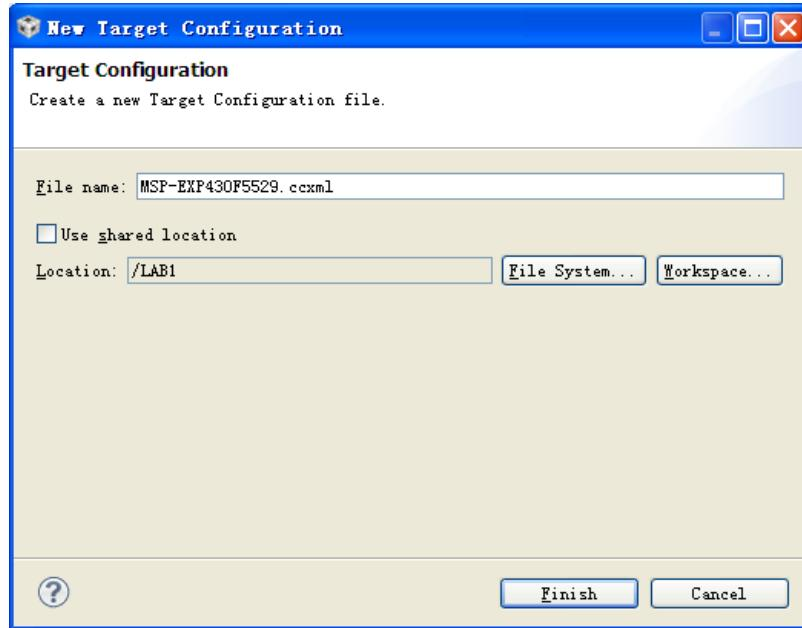

图 1.19 目标配置文件名
(3) 在 File name 中键入后缀为.ccxml 的配置文件名, 由于创建 F5529 开发板的目标配置文件, 因此, 将配置文件命名为 MSP-EXP430F5529.ccxml, 如图 1.19 所示。